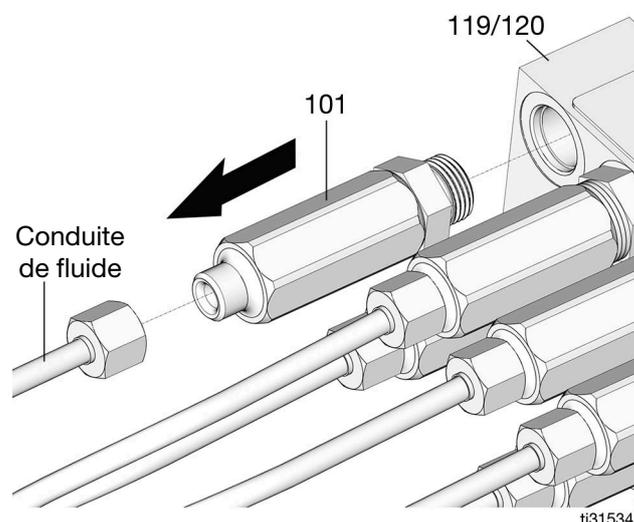

FIG. 45
- b. Retirer la conduite d'alimentation. Utiliser une clé à douille profonde de 5/8 po pour retirer l'injecteur (101) du collecteur (119/120) (FIG. 45).